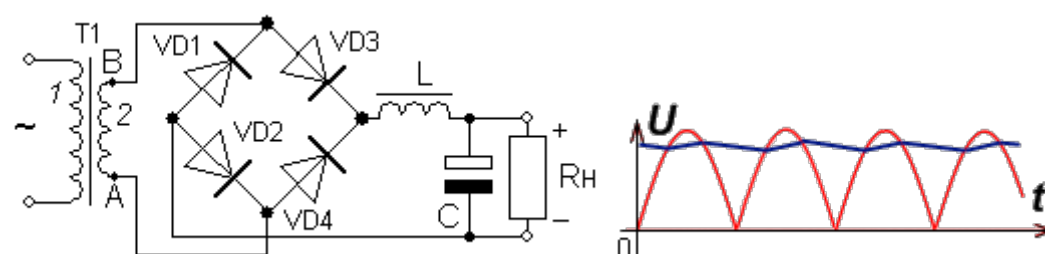

Рис. 2
**Импульсные ИП** непосредственно выпрямляют и фильтруют напряжение питающей сети переменного тока без использования первичного силового трансформатора, который для частоты 50 Гц имеет значительные вес и габариты. Выпрямленный и отфильтрованный постоянный ток коммутируется мощным электронным ключом, затем преобразуется высокочастотным трансформатором, снова выпрямляется и фильтруется (рис.2).